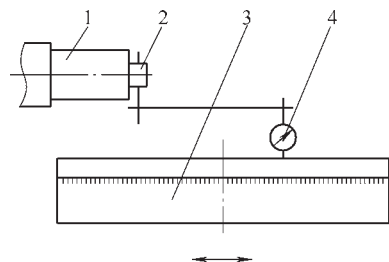

图6 工作台回转中心与机床主轴轴线垂直度调整方法
(1) 工作台回转中心与机床主轴轴线垂直度调整。调整时,可将百分表磁力座吸附在机床主轴端面,百分表触头接触工作台表面,表针调零,纵向移动大溜板,观察表针变化,其表针变化值即体现了垂直度误差,通过在工作台下部加入调整垫片可解决这一问题。调整方法如图6所示。